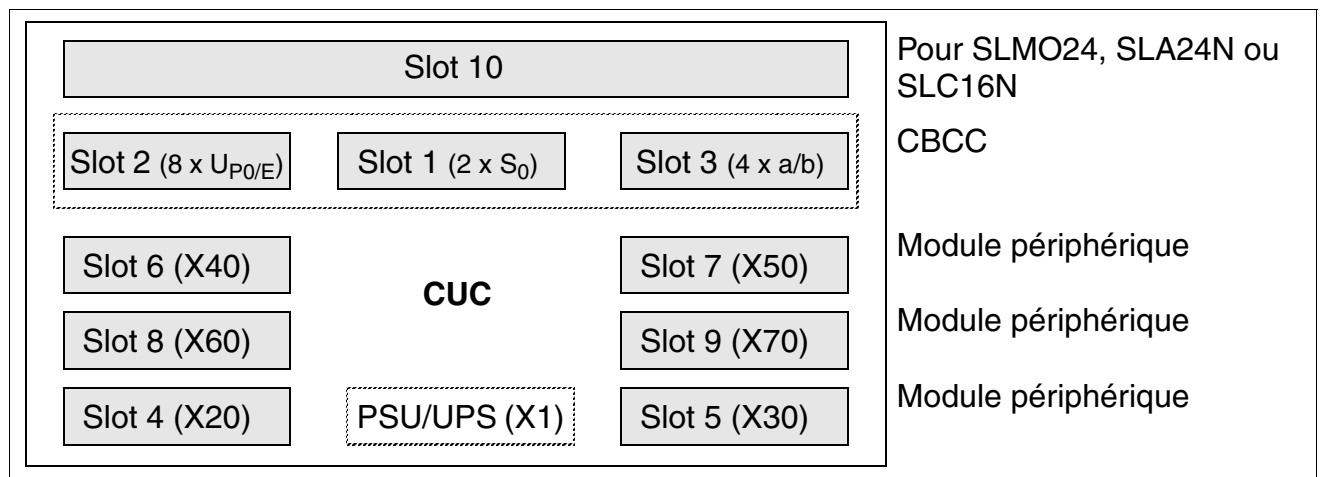

Figure 3-9 Fond de panier CUC (S30777-Q750-X)
- CUC (**C**onnection **U**nit **C**om) S30777-Q750-X (figure 3-9) - pour montage dans HiPath 3550 (boîtier mural)